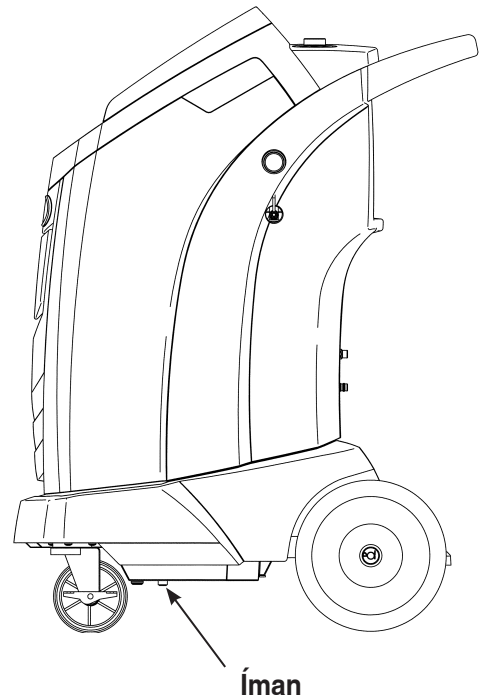

Figura 18
2. Consulte a Figura 18 e verifique se o íman no fundo da máquina está limpo.